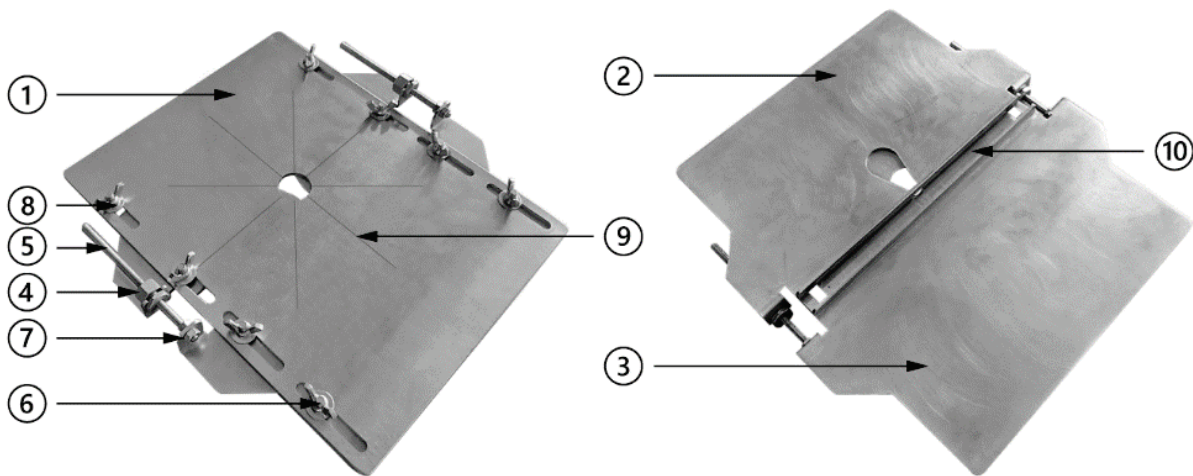
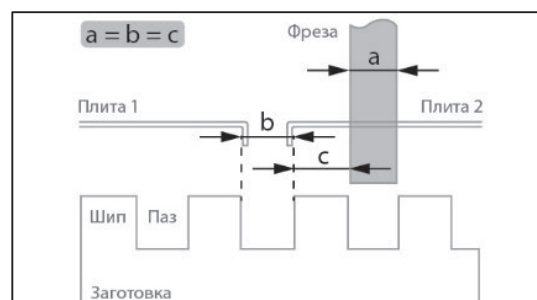
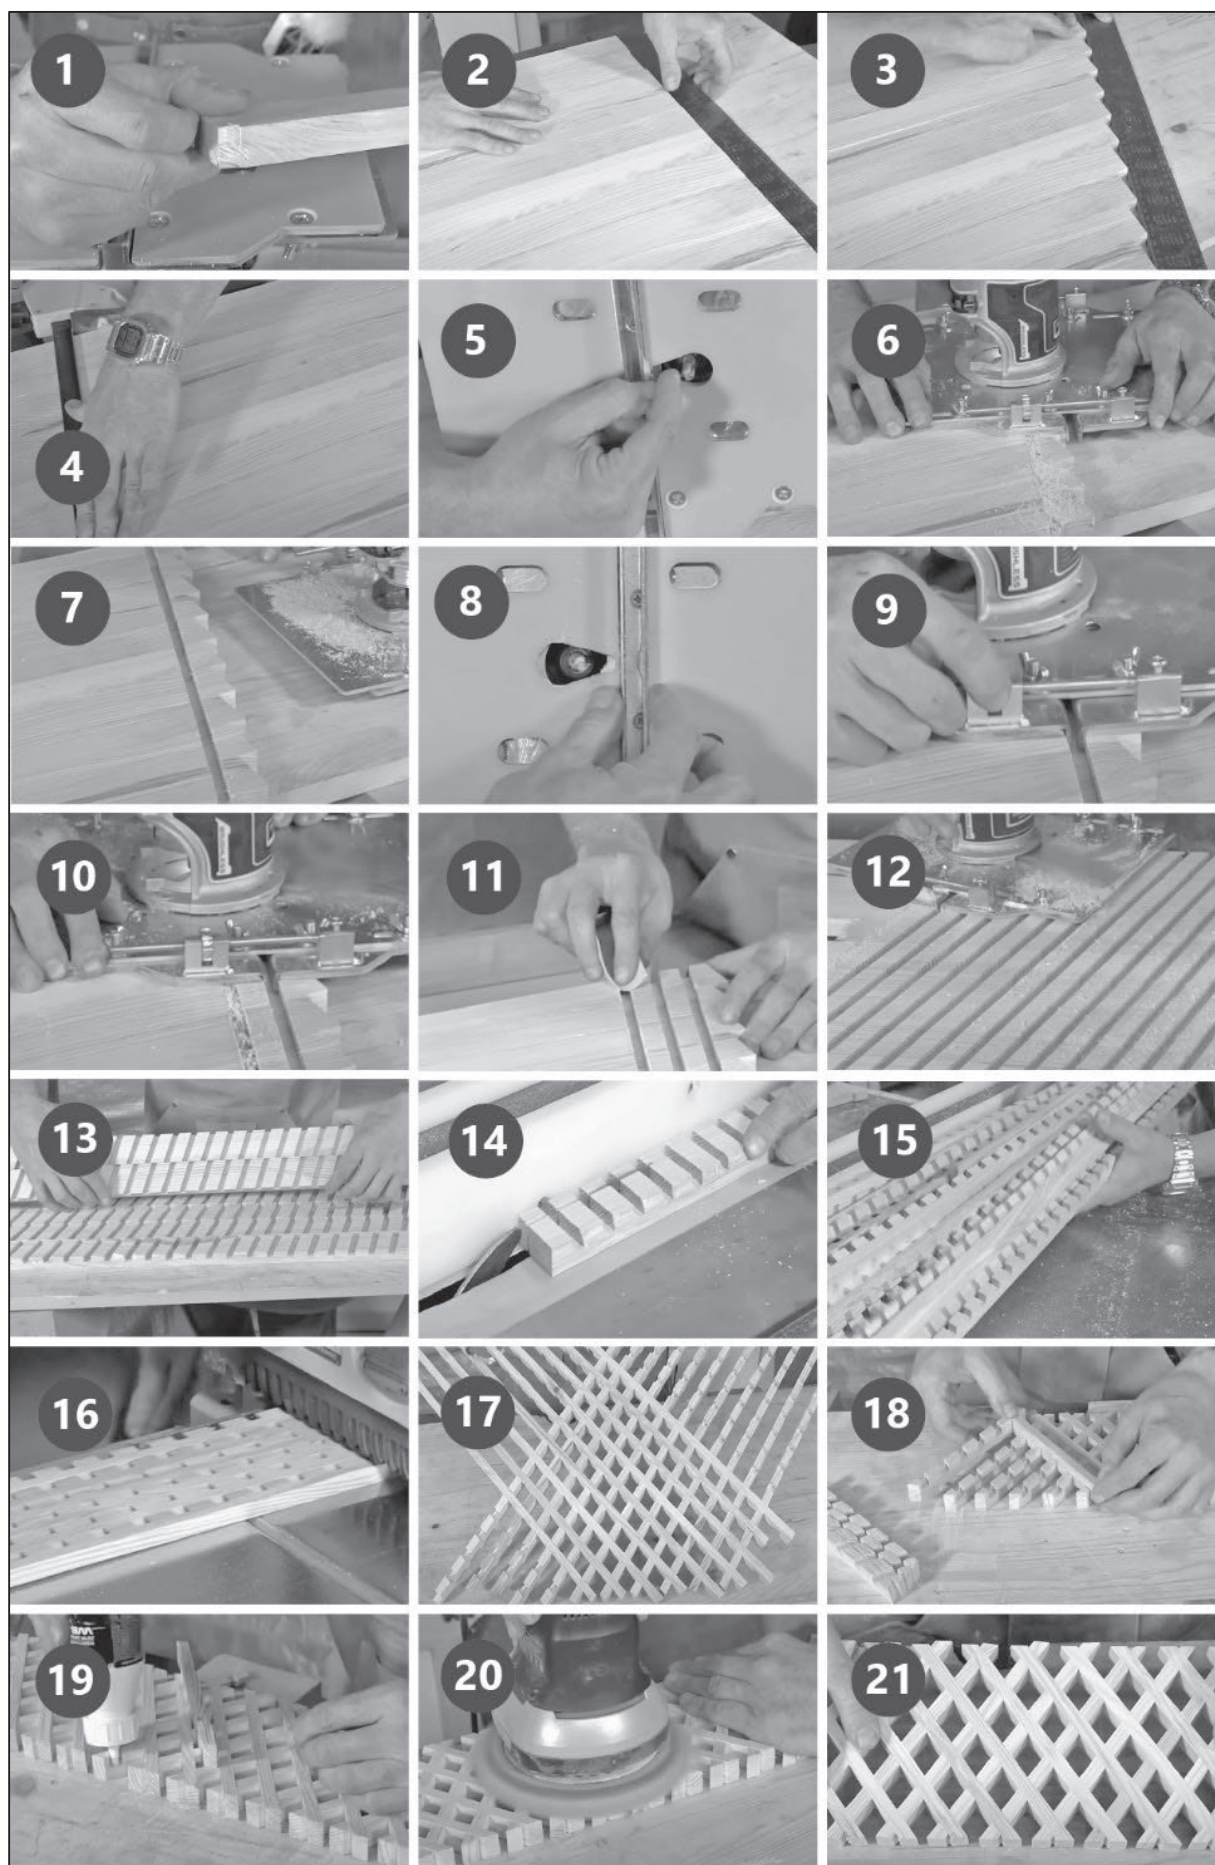

Рисунок 2.
Рисунок 3.
Рисунок 4.
Перед установкой фрезера необходимо вывернуть гайки-барашки 8 (рис. 2) и снять основание 1.
Установите фрезу необходимого диаметра (а) мм (рис. 3) так, чтобы ее ножи располагались вдоль продольной оси приспособления.
Затем опустите и зафиксируйте фрезу в этом положении. Отрегулируйте расстояние от бортика направляющей до фрезы (с) мм так, чтобы его размер был равен диаметру фрезы (а) мм. Для этого, с помощью штангенциркуля, замерьте и зафиксируйте диаметр фрезы. Ослабьте крепление регулировочной плиты 2 (рис. 2). Переместите плиту до плотного касания бортика направляющей и фрезы со штангенциркулем. Затяните гайки-барашки 8 плиты 2.
Правильно настроенное приспособление позволяет сделать плотное шиповое соединение. Это особенно актуально при малой ширине деталей и малом количестве шипов. На широких деталях с большим количеством шипов для более легкой сборки соединение можно сделать прослабленным. Для этого необходимо уменьшить расстояние (с) мм (рис. 3).
Установите плиту 3 (рис. 2) таким образом, чтобы размер паза направляющих (b) мм (рис. 3) по внешней стороне бортиков был равен диаметру фрезы (а) мм. Для этого ослабьте гайки-барашки 8 плиты 3 (рис. 2). С помощью штангенциркуля, замерьте и зафиксируйте диаметр фрезы. Установите штангенциркуль по внешним сторонам бортиков направляющих. Подкручивайте гайку 4 до плотного касания бортиков направляющей и штангенциркуля. Проведите эту настройку с двух сторон, чтобы исключить перекос направляющих. Зафиксируйте плиты 2 и 3 в этом положении, затянув гайки-барашки 8.
Настройка шипорезного устройства для фрезерования решеток начинается с выставления вылета фрезы. Он должен равняться половине толщины заготовки. Для этого можно воспользоваться измерительной техникой или выставить вылет фрезы по факту, сделав пробный проход с двух сторон заготовки. Правильной настройке вылета фрезы свидетельствует отсутствие «усика» по центру (рис. 4–1).
Следующим этапом создания решетки будет фрезерование шип-пазов. Они могут быть нарезаны на цельном щите с последующим распиливанием на рейки или на всех заранее подготовленных деталях одновременно. Для этого необходимо уложить заготовки на рабочий стол продольной стороной и выровнять их положение по одному краю с помощью большого угольника или линейки. Для выполнения решетки с квадратным рисунком выравнивание деталей необходимо выполнить согласно рисунку 4–2. Для выполнения решетки с ромбовидным рисунком выполните выравнивание под углом, согласно рисунку 4–3. После этого зафиксируйте все детали между собой струпцинами (рис. 4–4).
Для фрезерования стартового паза установите максимальное расстояние от бортика направляющей до фрезы (рис. 4–5). Это позволит сделать первый паз, не прибегая к торцеванию деталей под углом. См. п. 3.2 «Настройка шипорезного устройства».
Установив настроенный фрезер с шипорезным устройством с торцевого края заготовок, плотно уперевшись бортиком направляющей, сделайте первый проход, пользуясь приспособлением как параллельным упором (рис. 4–6, 7).
После этого при помощи штангенциркуля установите расстояние от фрезы до бортика, соответствующее размеру окна и зафиксируйте плиту 2 (рис. 2).
Следующим шагом в настройке будет выставление паза направляющих. Расстояние между двух бортиков по внешней стороне должно быть равно диаметру установленной фрезы (рис. 4–8, 9) см. п. 3.2 «Настройка шипорезного устройства». Также настройку подвижных плит можно произвести, установив их в первый паз. Производя регулировку гайками 4 (рис. 2) необходимо добиться, чтобы приспособление ходило в пазах с легким натягом и не имело люфтов. По окончании регулировки зафиксируйте плиту 3, закрутив гайки-барашки 8.
После настройки направляющих установите фрезер с шипорезным устройством направляющими в первый паз и сделайте второй проход (рис. 4–10).
Для лучшего скольжения направляющих необходимо зачищать пазы после каждого прохода наждачной бумагой (рис. 4–11). Убирать заусенцы после
каждого прохода необходимо для плотного прилегания направляющих к пазу. Если этого не сделать, то глубина каждого последующего паза будет становиться меньше. Оставшиеся шип-пазы выполняйте тем же способом, устанавливая направляющие в предыдущий паз (рис. 4–12).
Освободите заготовки от струбцин и изготовьте рейки нужной ширины на циркулярном станке (рис. 4–13, 14, 15). После чего доведите их до нужной ширины на рейсмусе (рис. 4–16).
Получившиеся рейки распилите на кусочки нужной длины и предварительно промазав пазы клеем соедините их между собой (рис. 4–17, 18, 19).
После соединения всех деталей в единую конструкцию отшлифуйте поверхность и распилите решетку на сегменты нужного размера (рис. 4–20, 21).
- диаметр фрезы = расстояние от фрезы до бортика направляющей = ширина паза направляющих по внешнему краю ($a = b = c$, рис. 3).
Установлено слишком большое расстояние «с», рис. 3	Произвести корректировку положения пластин